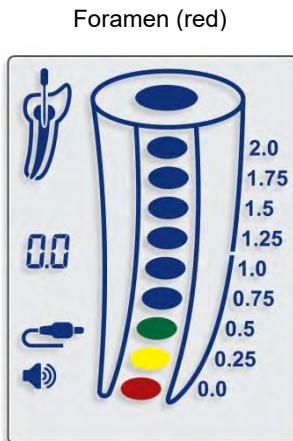

Fig. 10
7.4.12. Un signal sonore continu et un segment de couleur rouge à l'intérieur de l'image du canal radicaire (fig. 10) indiquent que le foramen apical est atteint (0.0).